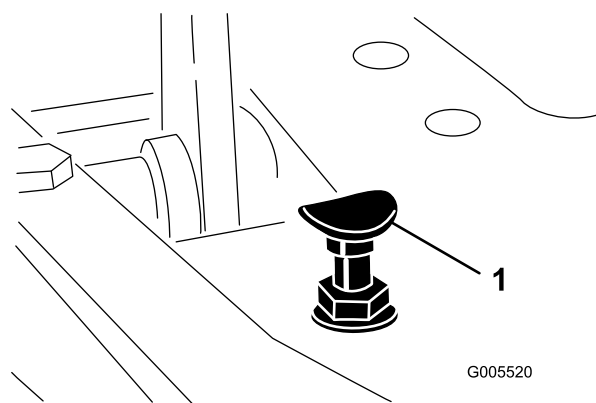

Figure 44
Pour obtenir la vitesse de transport maximale, placez le sélecteur de fonction en position de TRANSPORT et appuyez sur la pédale de déplacement. Si la pédale touche la butée (Figure 44) avant que la tension soit ressentie sur le câble, procédez comme suit :
- Placez le sélecteur de fonction à la position de TRANSPORT et desserrez le contre-écrou de fixation de la butée de pédale au plancher (Figure 44).